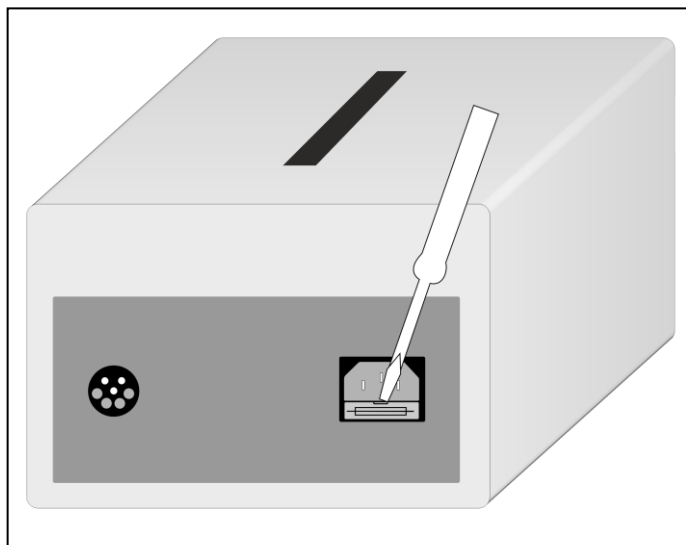

Fig. 2 : Arrière du potentiomètre ⑤.
- Retirer le câble secteur du potentiomètre ⑤. Le fusible est situé juste en dessous de la prise électrique du potentiomètre (fig. 2).